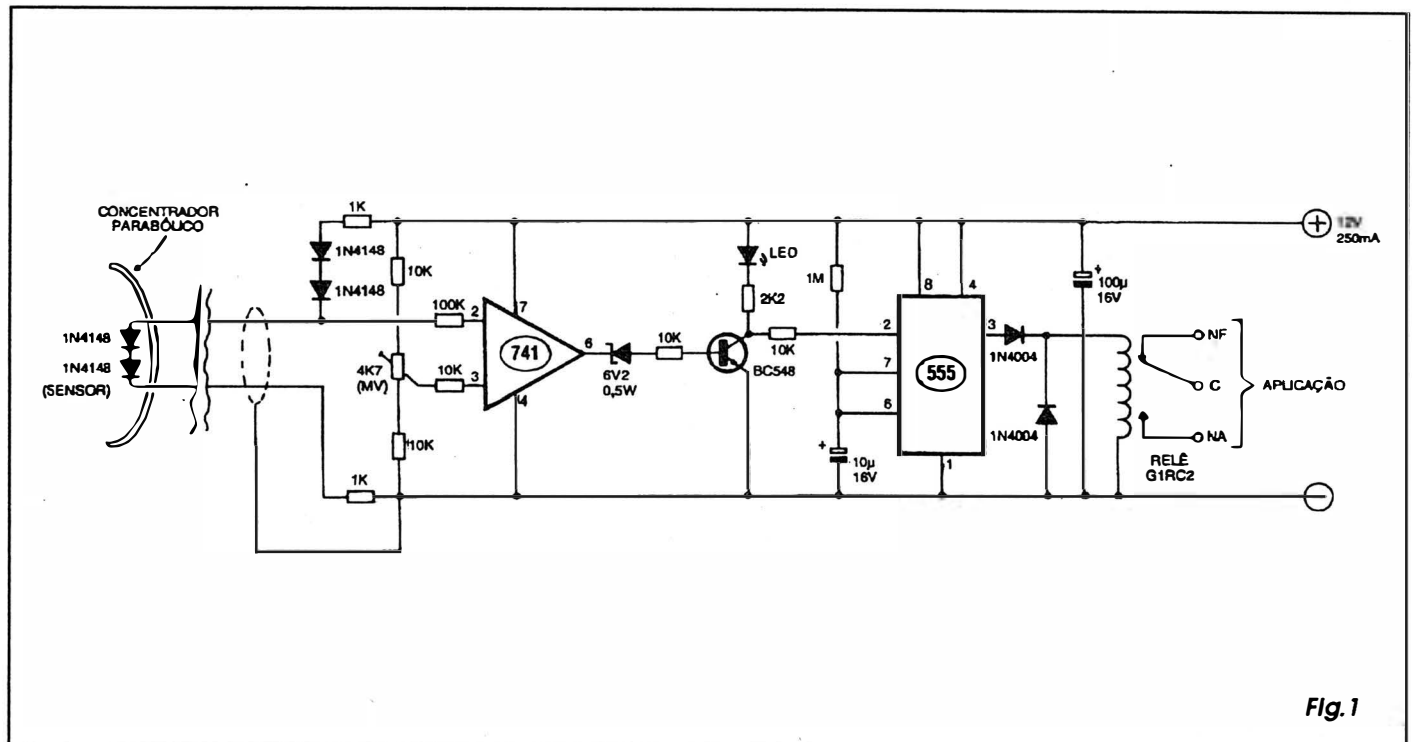

Fig. 1
- FIG. 1 - DIAGRAMA ESQUEMÁTICO DO CIRCUITO - Inicialmente, um conhecido integrado 741 (amplificador operacional) é utilizado, na função de comparador de precisão, tendo sua entrada não inversora (pino 3) polarizada numa tensão de referência oferecida pelo trim-pot de 4K7 (multi-voltas, para maior conforto no ajuste...) ensanduichado entre dois resistores fixos de 10K, respectivamente às linhas do positivo e negativo da alimentação... Já a entrada inversora do compara-